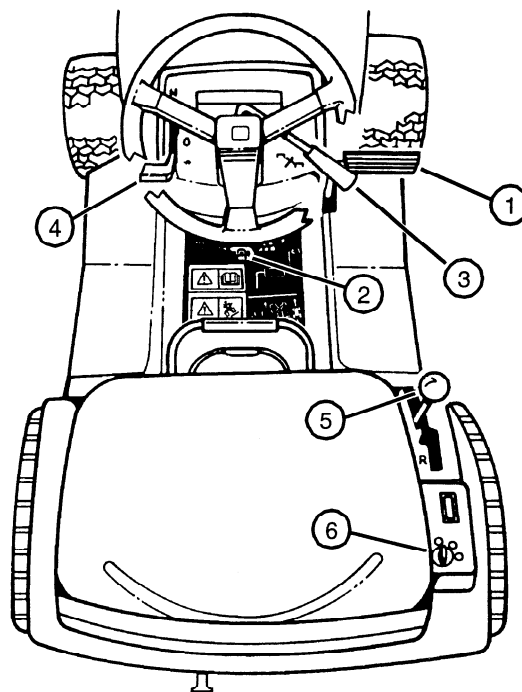

ABBILDUNG 15
- Bremspedal (1) ganz nach unten drücken und halten (siehe Abbildung 15).
- Feststellbremsenverriegelung (2) zuerst nach vorn und dann nach links schieben..
- Hebel für den PTO-Antrieb (3) nach hinten bewegen, um Messerantrieb zu entkuppeln (siehe Abbildung 15).
- Schalthebel (5) in die Leerlaufstellung (N) bewegen.
- Zündschlüssel in Zündungsschalter (6) stecken.
- Bremspedal (1) ganz nach vorn drücken und gedrückt halten (oder Bremsverriegelung wie oben beschrieben benutzen).
- Dieses Gerät ist mit einem schadstoffarmen Motor ausgestattet, der anders als frühere Modelle funktioniert. Um den Motor anzulassen, Gashebel (4) in die Choke-Position bringen. Sobald der Motor ruhig läuft, Gashebel in kleinen Schritten absenken, damit der Motor sich an die Drehzahl- und Belastungsänderung gewöhnt, bis sich der Gashebel in der Position SCHNELL befindet.
- Zündschlüssel (6) auf Startposition drehen, um den Motor anzulassen. Motor anlassen bis er startet, aber nicht länger als 5 Sekunden.